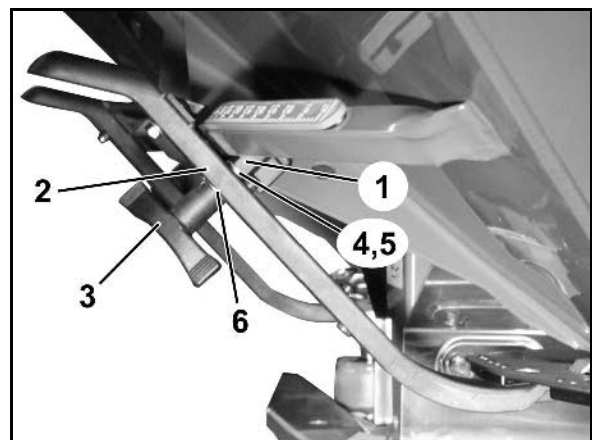

Fig. 15
6. Montera klämanordningen (Fig. 15/1) för reglerspaken (Fig. 15/2) enligt följande:
7. Skruva bort vingmuttern (Fig. 15/3).
8. Ta ur skruven och byt plats på de båda mellanläggsbrickorna (Fig. 15/4) bakifrån (Fig. 15/5) och framåt (Fig. 15/6).